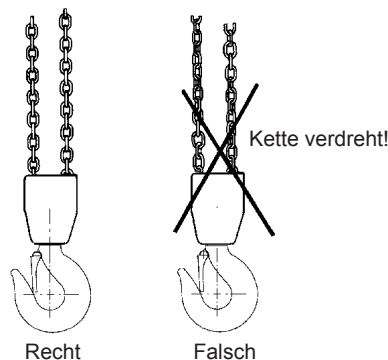

Abb. 5
- Die Kette darf keine Knicke aufweisen und darf nicht verdreht sein. Bei Hebelflaschenzügen mit 2 Ketten (6 t) besteht die Gefahr, dass die Kette verdreht wird, wenn die untere Flasche durch die Kettenschlinge gerät – kann bei einer Ummontage oder beim Versetzen des Flaschenzugs von einem Arbeitsplatz zum anderen passieren. Siehe Abb. 5.